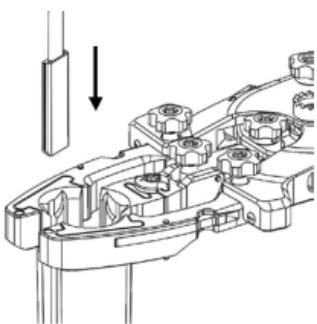

Figura 18
- Deslize a ponta do calço do **Cabo de Luz** (ML-0068) no canal do calço da lâmina (Figura 18).